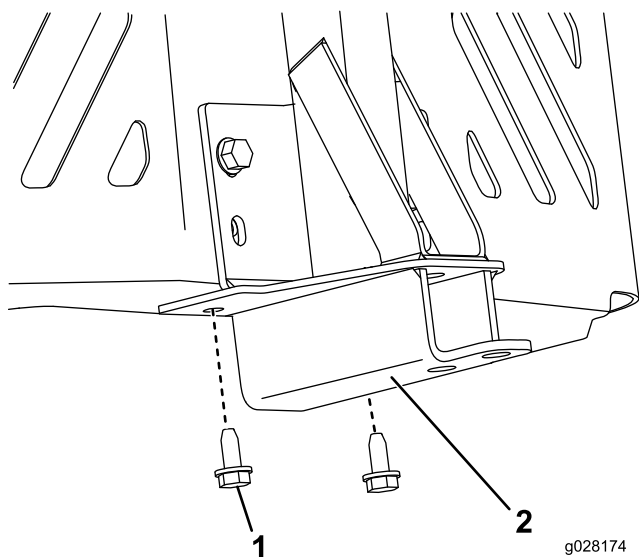

Bild 12
3. Befestigen Sie den Drehrahmen mit zwei Blechschauben (5/16" x 3/4") an der Unterseite des Maschinenrahmens, wie in Bild 12 abgebildet.